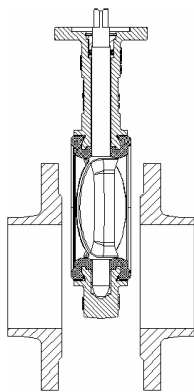

рис. 4
- заслонка устанавливается между фланцами без трудности и без повреждений футеровки (см. рис. 4). Если расстояние между фланцами недостаточное, дополнительно используйте фланцевую распорку;